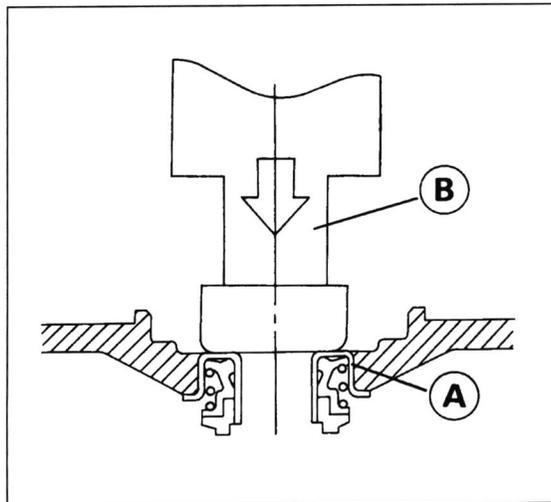

Bild 141
- Dichtung «A» Bild 141 mit passendem Lagertrieb «B» (zum Beispiel KAWASAKI-Spezialwerkzeug 57001- 1129) aus Gehäuse herausdrücken.